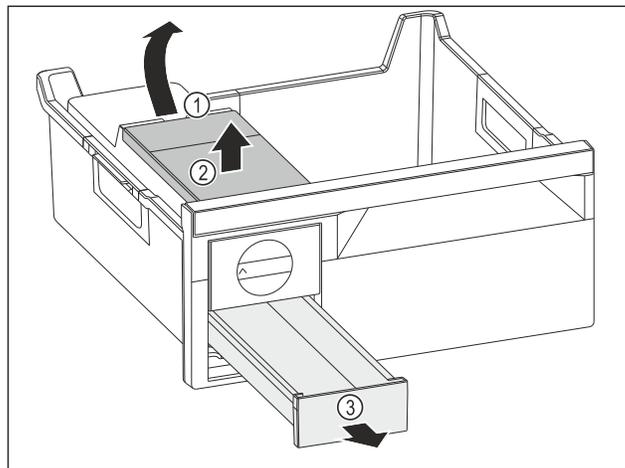

Fig. 133
- ▶ Retirer le réservoir d'eau : Soulever le réservoir d'eau hors de l'évidement Fig. 133 (1).
- ▶ Retirer le réservoir d'eau Fig. 133 (2) vers le haut.
- ▶ Retirer le compartiment à glaçons Fig. 133 (3) vers l'avant.